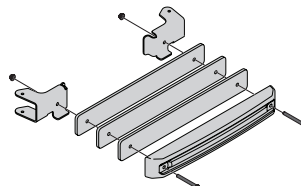

Figura 30
2. Sujete la pesa y tres platillos de pesar a los soportes del colgador de pesas con dos tornillos de cabeza hexagonal de 3/8" (710-3085) y dos tuercas (712-04065) como se muestra en la Figura 30.